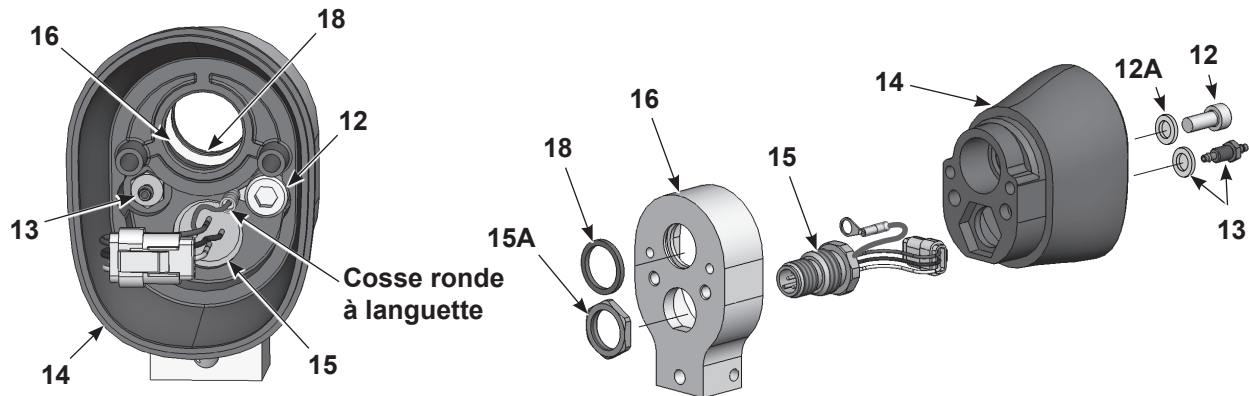

Figure 24 Démontage du pistolet à fixation sur barre 3 sur 3
8. Voir la Figure 24. Pour démonter l'arrière du corps, retirer la vis (12), la rondelle frein (12A) et le raccord cannelé ainsi que la rondelle frein (13) de l'intérieur de l'arrière du corps (14). Une clé hexagonale de 3 mm et une douille profonde 1/4" sont nécessaires.
9. Retirer l'écrou (15A) de la prise (15), retirer l'adaptateur de l'arrière du corps du pistolet et faire passer le faisceau de la prise à travers le corps.
10. Examiner la quadruple bague (18) dans l'adaptateur (16) et la remplacer si elle est abîmée.